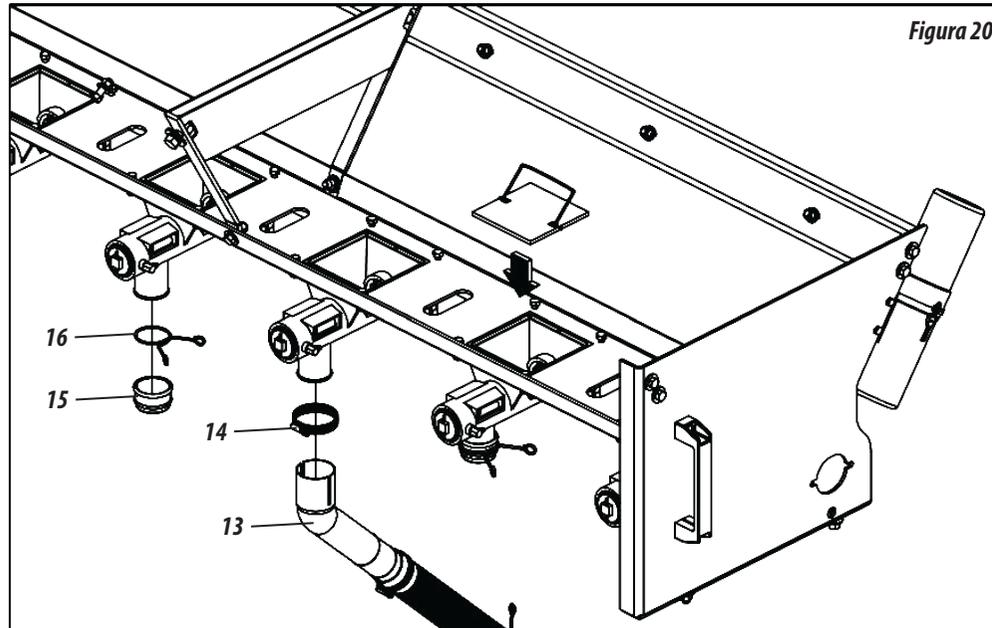

Figura 20
- 1- Al retirar los conductos para ajustar el nuevo espacio, retirar también sus respectivas boquillas conductoras de abono (13) a través del clip (14) y cerrar las salidas del depósito, colocando el tapón (15) y trabar con el clip (16).
- 2- Luego cierre las entradas del tanque, colocando la tapa (17), **como se muestra en la Figura 20.**